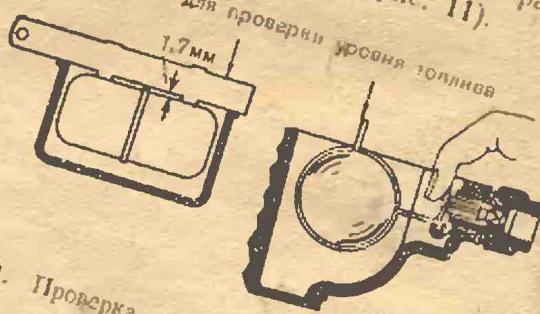

Рис. 11. Проверка уровня топлива в поплавковой камере карбюратора
1. Замерь расстояние между верхней поплавковой плоскостью разъема и плоскостью разъема поплавка и меру. При правильном уровне это расстояние должно быть равно 1,7 мм (рис. 11).
3. Вращая колесо вперёд, слегка повёрнывай регулировочный эксцентрик 1 (рис. 13) и опорный палец 3 колодки в направлениях, указанных на рис. 11 стрелками, до тех пор пока колодка не затормозит колесо.